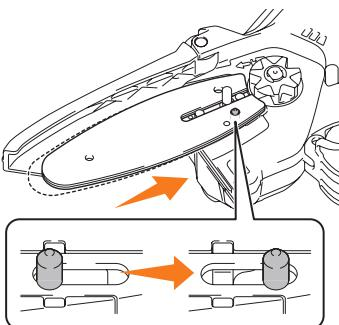

Рис. 6
- Взведите штифт системы натяжения к звездочке до его фиксации (Рис. 6).